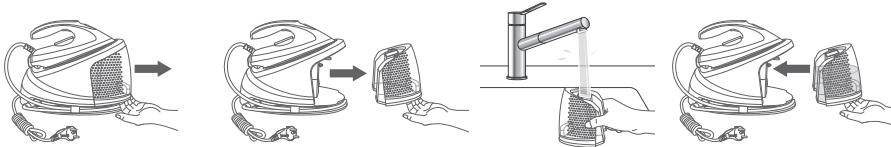

Fig. 2
2. Saisissez la poignée (7) sous le réservoir d'eau (4) et tirez-la vers l'extérieur pour retirer le réservoir d'eau de la base de la centrale vapeur (5) (**Fig. 2**).
3. Remplissez le réservoir d'eau du robinet via l'ouverture de remplissage (3). Ne dépassiez pas le repère de niveau « **MAX** » (1,2 l).